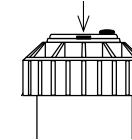

Figura 4
1. Para acceder a la boquilla, inserte un destornillador plano en el soporte de elevación y hale hacia arriba (Figura 4).